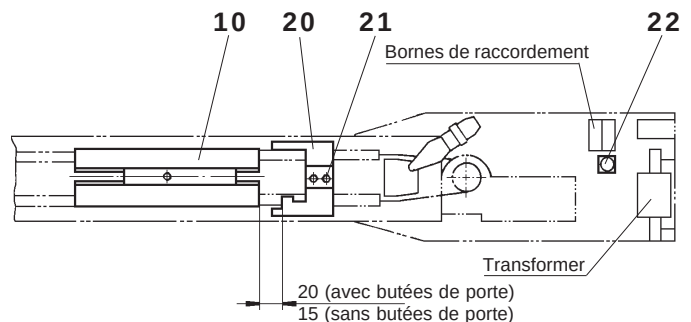

Fig. 9
- **Ajuster la butée position ouverte (20) dans l'entraînement.** Légèrement desserrer les vis (21), pousser la butée jusqu'à ce qu'elle touche le coulisseau (10). Reculer la butée d'environ 5 mm (mesure 20) et bien serrer les vis (21). Fig. 9
- Au cas où la porte ne serait pas équipée de butées d'arrêt fixes, la butée d'extrémité (20) est serrée sans jeu entre le coulisseau (10) (mesure 15). Fig. 9
- Au cas où le processus d'ajustage ne s'est pas déroulé correctement ou si une malfunction s'est produite, ce processus peut être répété en pressant la touche la RESET (22) (bouton bleu) pend. au moins 2 sec. lorsque l'alimentation de secteur est enclenchée. Fig. 9